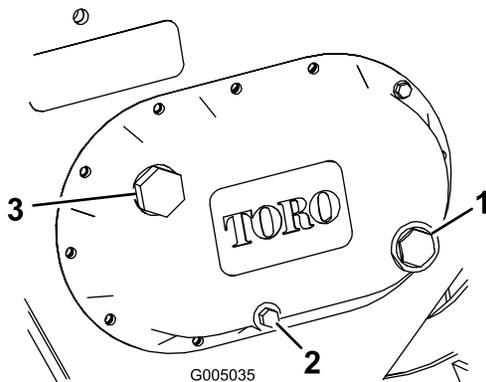

Bild 14
3. Prüfen Sie das Schauglas an der Seite des Getriebes (Bild 14). Der Stand des Getriebeöls sollte am roten Punkt in der Mitte der Anzeige liegen.
4. Wenn der Stand des Getriebeöls niedrig ist, nehmen Sie die Füllschraube ab (Bild 14) und füllen Sie das Getriebe mit Öl, bis der Stand am roten Punkt an der Anzeige liegt.
4. Nehmen Sie die Ablassschraube (Bild 14) ab und lassen Sie das Öl in den Behälter laufen.
6. Nehmen Sie die Ablassschraube ab (Bild 14) und füllen Sie Getriebeöl ein, bis der Stand am roten Punkt an der Anzeige liegt.